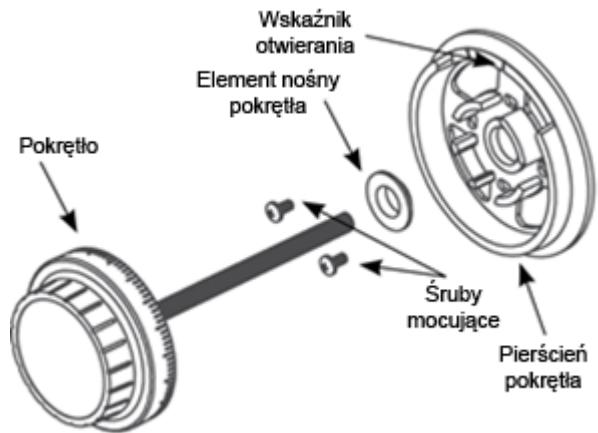

Rysunek 8
4. Zmierzyć łączną grubość montażu (grubość drzwi + płyta montażowa). (Rysunek 8)